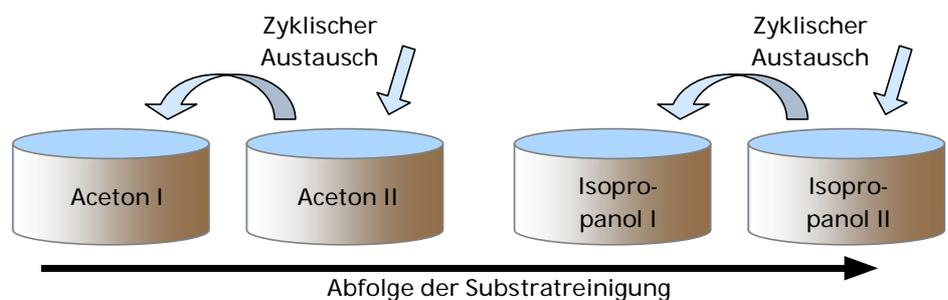

Abb. 45: Eine effiziente und Lösemittel-sparende Methode der Substratreinigung von Partikeln und organischen Verunreinigungen
Bei starken Verunreinigungen (z. B. Lackresten) oder größeren Serien an Substraten empfiehlt es sich, je zwei Aceton- und Isopropanol-Schritte aufeinander folgen zu lassen um ein Verschleppen von Verunreinigungen zu minimieren. Zur Minimierung des Lösemittelverbrauchs bietet sich die in Abb. 45 schematisch dargestellte „kaskadische“ Arbeitsweise (Aceton-Gefäß I → Aceton-Gefäß II → Isopropanol-Gefäß I → Isopropanol-Gefäß II) an. In bestimmten Zyklen wird dann das jeweils stärker verunreinigte Lösemittel (I) entsorgt und mit dem saubereren (II) ersetzt, welches durch frisches Lösemittel erneuert wird.